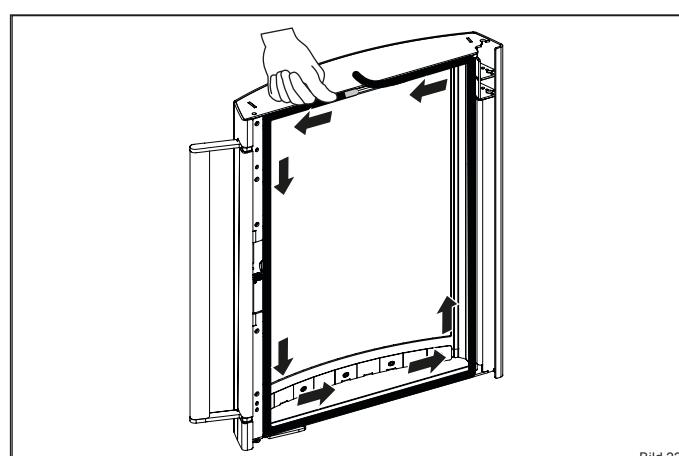
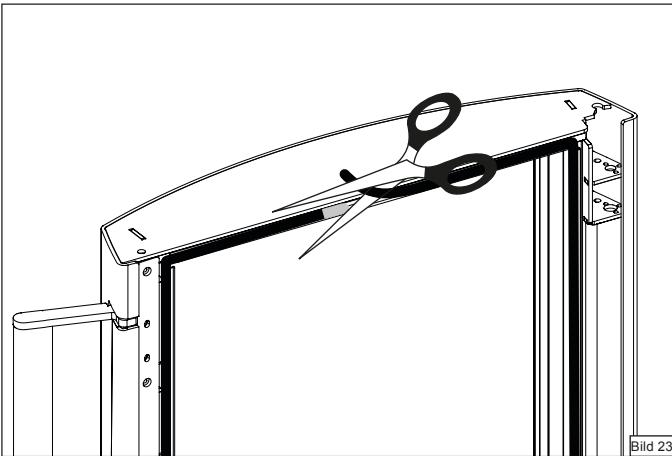

Bild 22
Bild 23
- Beginnen Sie mit dem Verlegen der Dichtung in der Mitte der Führung, im oberen Bereich der Feuerraumtür. Drücken Sie die Dichtung gleichmäßig in die Führung (Bild 22). Lassen Sie das Ende etwas länger überstehen und schneiden Sie die Dichtung bündig ab (Bild 23).